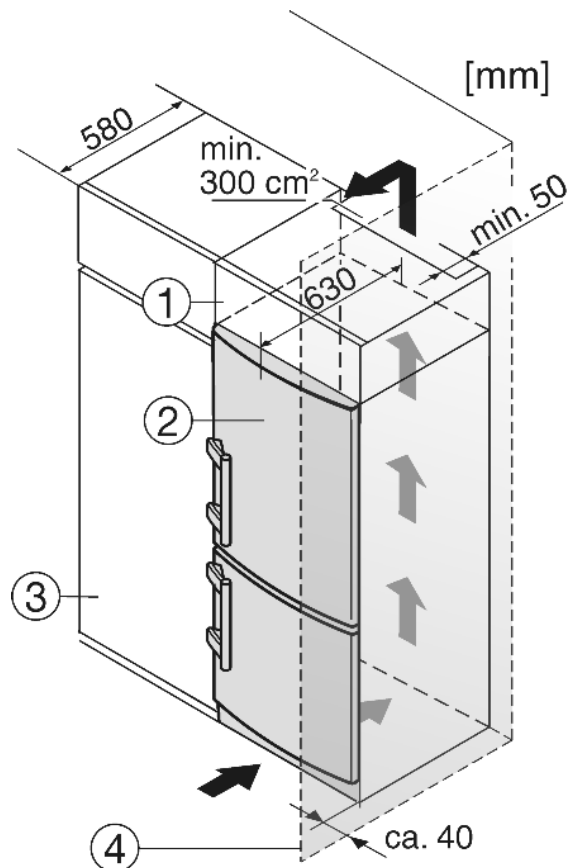

Fig. 12
(1) Armario superior
(2) Aparato
(3) Armario de cocina
(4) Pared
El aparato se puede rodear de muebles de cocina. Para adaptar el aparato Fig. 12 (2) a la altura del mueble de la cocina se puede colocar sobre el aparato un armario superior Fig. 12 (1) adecuado y acorde con el mobiliario.
Si la cocina posee armarios normalizados (profundidad máx. 580 mm) el aparato se puede instalar directamente junto al armario de la cocina Fig. 12 (3). Desde el lateral, la puerta del aparato queda a 34 mm de la parte frontal del armario de cocina, y desde el centro del aparato, a 50 mm. Por tanto, se puede abrir y cerrar sin problemas.
Si el aparato se instala con las bisagras junto a una pared Fig. 12 (4), la distancia entre el aparato y la pared debe ser de como mínimo 40 mm. Esto equivale al saliente del tirador con la puerta abierta.